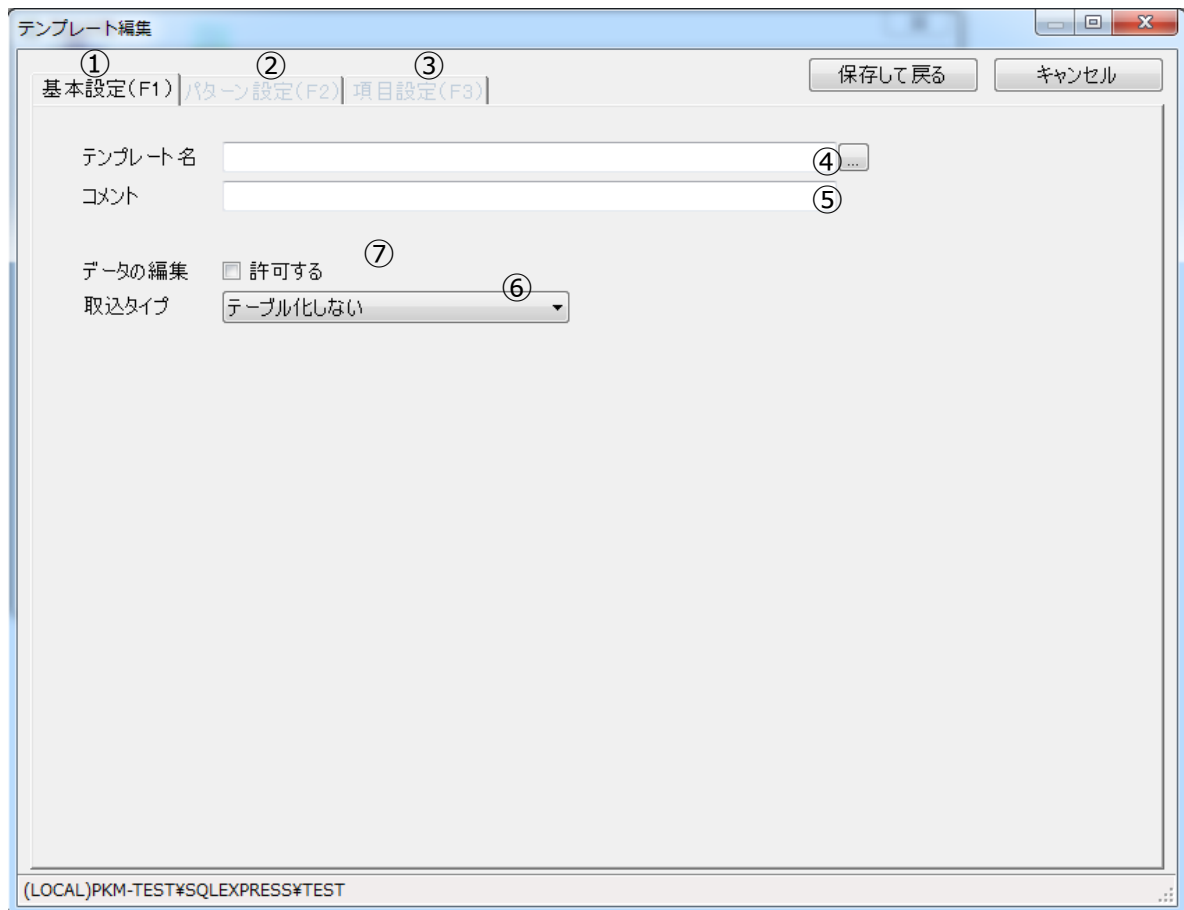
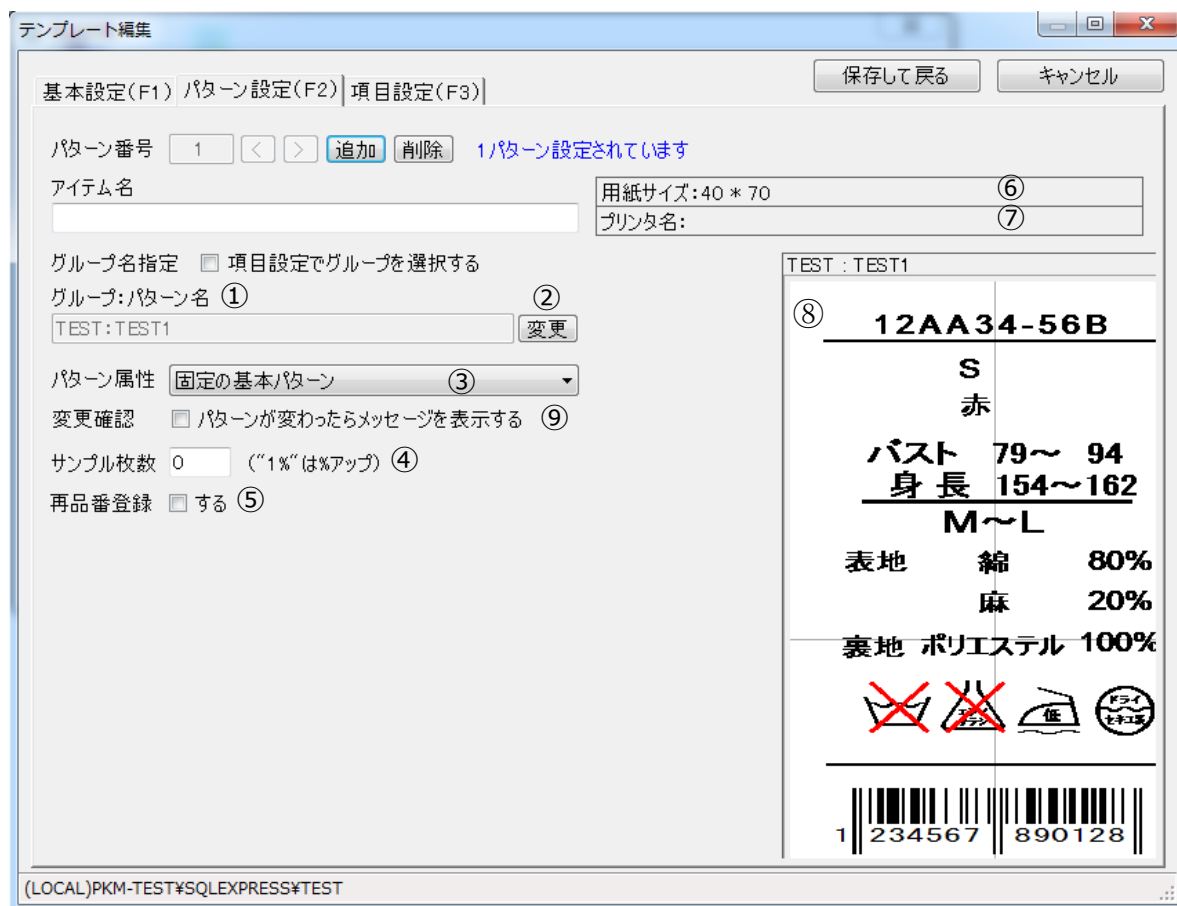

図 1
図 4
追加ボタン(図4 ④)をクリックしてください。基本設定で設定したデータディレクトリ(図1 ⑤)内のパターンが一覧で表示されます。(工図参照)